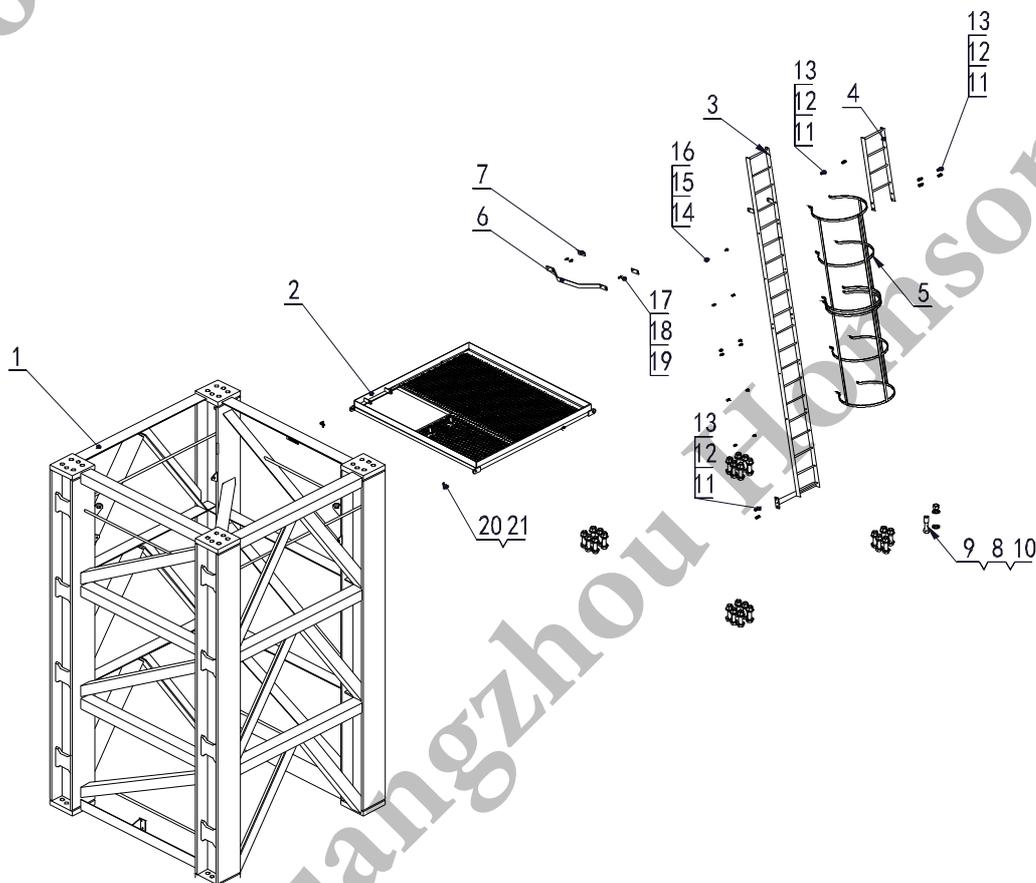

图 12.3-1 安装标准节
- 用固定板 6 和卡板 7 将梯子 3 和梯子 4 连接在一起, 并用 4 组螺栓 (M10×40)17、螺母(M10)19 和垫圈(10)18 固定, 如图 12.3-1 所示。